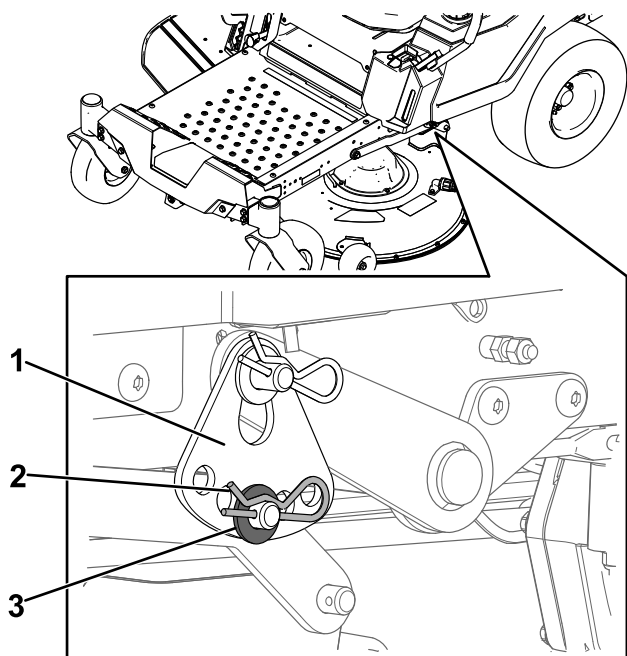

Figure 60
6. Retirez la goupille fendue et la rondelle de l'axe inférieur du bras de levage (Figure 60).